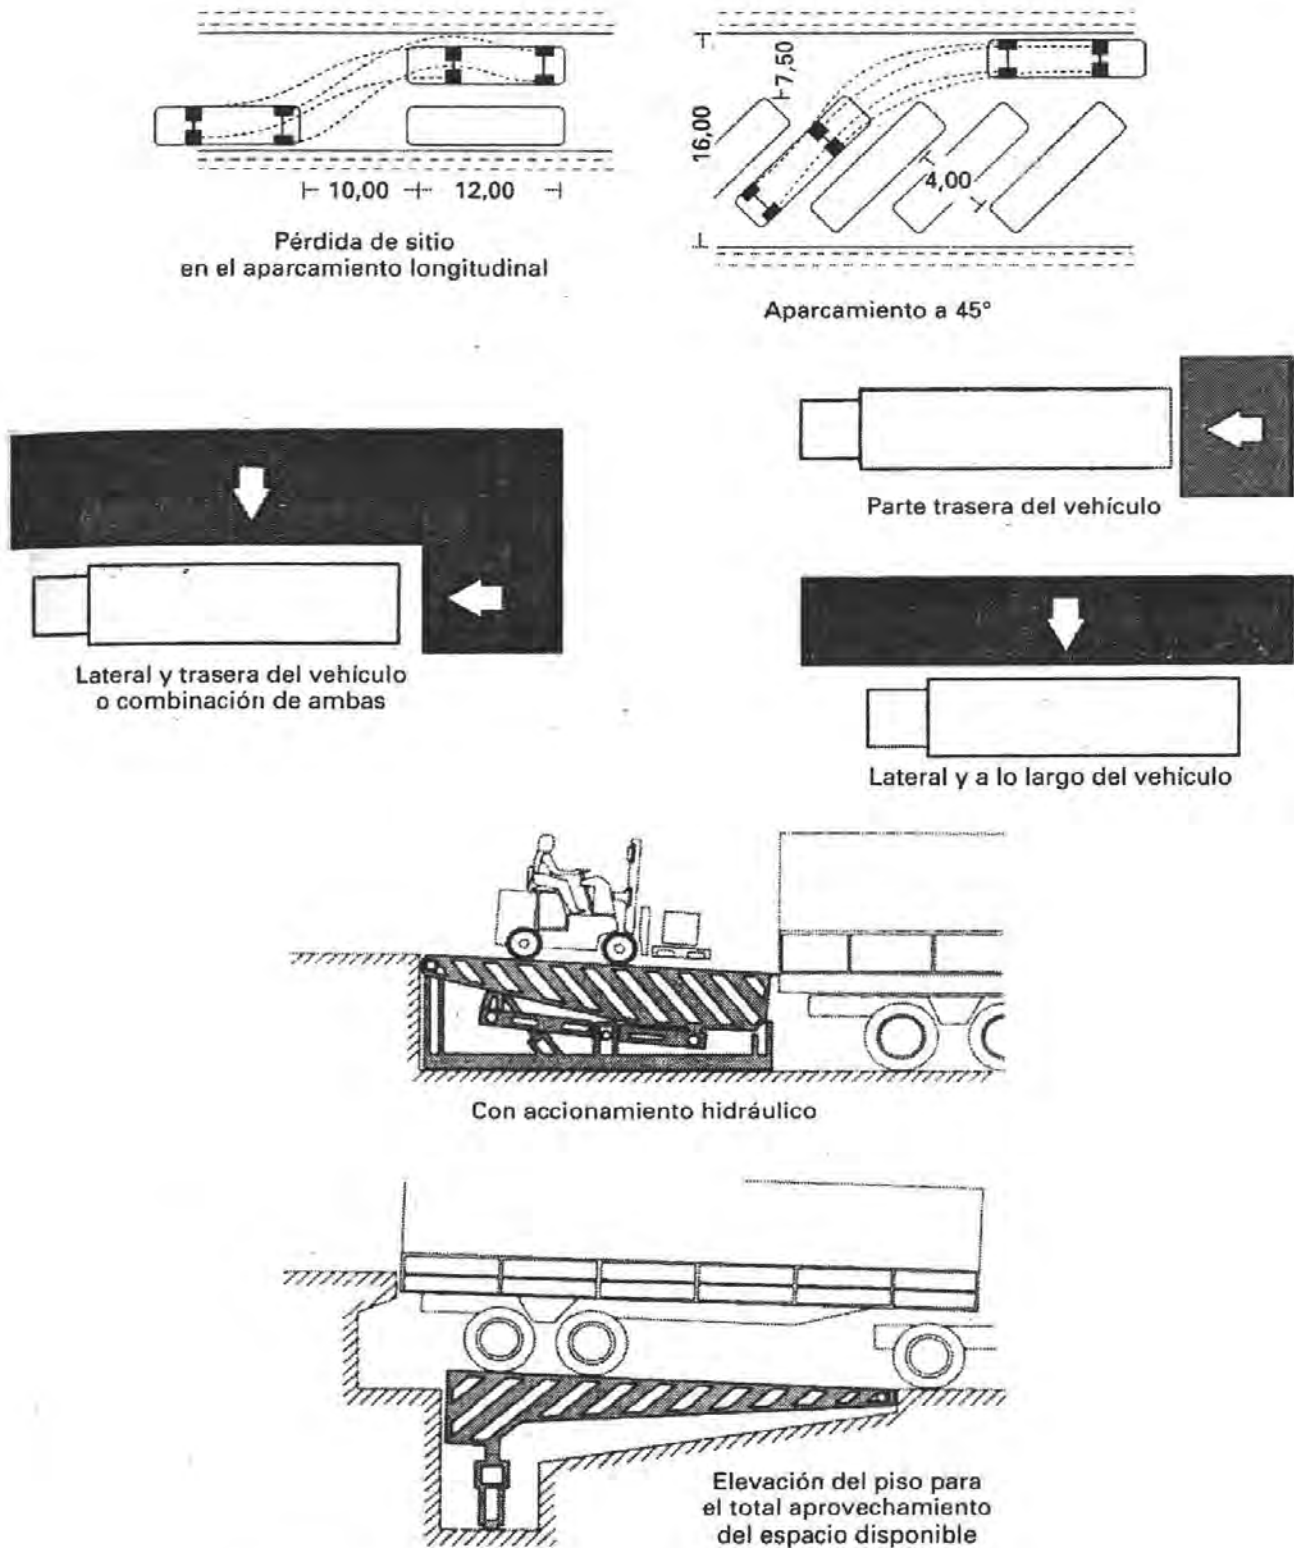

Figura 1.42. Espacios necesarios para aparcamientos
organización: planificación y horarios de carga y descarga, o bien de forma aleatoria (las grandes superficies funcionan con horarios estrictos para la recepción de mercancía de sus proveedores). Hacerlo programadamente disminuye la necesidad de muelles y equipos de manejo. En el diseño de los muelles hay que prever los métodos de estiba/desestiba de la mercancía: carga lateral, carga por la zona trasera (Figura 1.42).
- Hay que estudiar los sistemas de ajuste de nivel entre la carna del camión y el suelo del almacén: rampas niveladoras, rampas móviles, plataformas ajustables mecánicas o hidráulicas... (Figura 1.42).